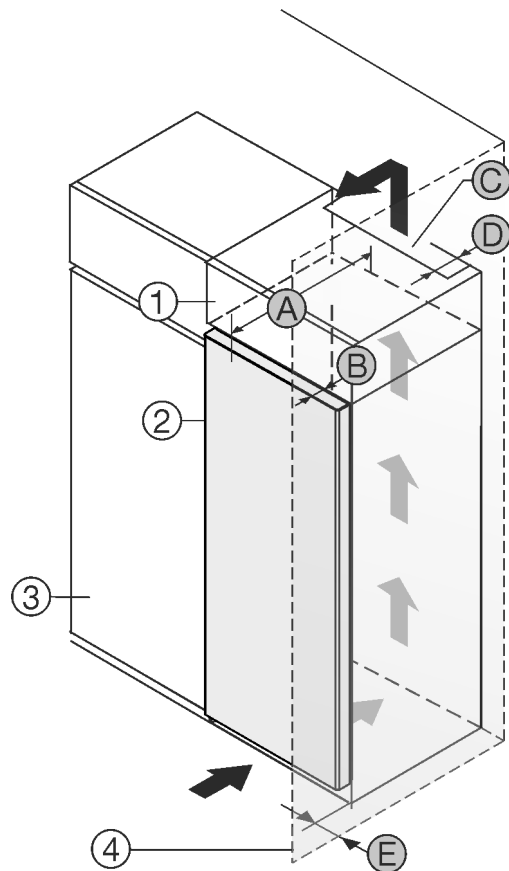

Fig. 1
- (1) Armario superior *
- (2) Aparato *
- (3) Armario de cocina *
- (4) Pared *
- (A) Profundidad del aparato *
- (B) Profundidad de la puerta *
- (C) Sección transversal de ventilación *
- (D) Distancia con respecto a la parte trasera del aparato *
- (E) Distancia con respecto al lateral del aparato *
Puede colocar el electrodoméstico directamente al lado del armario de cocina Fig. 1 (3).*
En la parte trasera del armario superior debe haber una cámara de salida de aire con una profundidad Fig. 1 (D) que abarque toda la anchura del armario.*
Bajo el techo de la estancia debe mantenerse la sección transversal de ventilación Fig. 1 (C).*
Si el electrodoméstico se instala con las bisagras junto a una pared *Fig. 1 (4)*, la distancia entre el electrodoméstico y la pared debe ser de como mínimo 13 mm.*
Si el electrodoméstico se instala con las bisagras junto a una pared *Fig. 1 (4)*, la distancia entre el electrodoméstico y la pared debe ser de como mínimo 20 mm.*
Para poder abrir totalmente la puerta, el electrodoméstico debe sobresalir la profundidad de la puerta *Fig. 1 (B)* respecto del frente del armario de cocina. El electrodoméstico puede sobresalir más en función de la profundidad de los armarios de cocina *Fig. 1 (3)* y del uso de distanciadores de pared.*